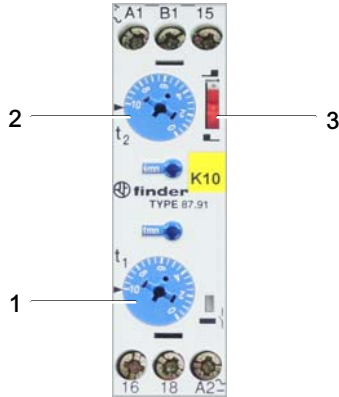

Рис. 59 Реле времени K10 (электродвигатель)
K10 – это реле времени промышленного назначения с 1 переключающим контактом. Для управления автоматической системой выпуска конденсата при помощи регуляторов t1 (1, Рис. 59) и t2 (2) настраиваются периоды импульса и покоя. Ползунковый переключатель (3, Рис. 59) настраивается на импульсный режим. t1 стандартно установлен на 15 минут, t2 – на 6 секунд (период выпуска конденсата).